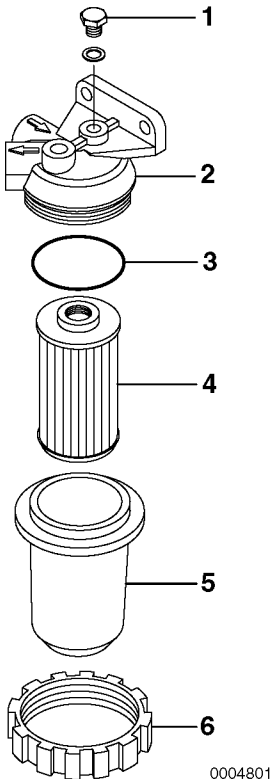

Abbildung 4
3. Lockern Sie die Entlüftungsschraube (**Abbildung 4, (1)**) um 2 bis 3 Drehungen.